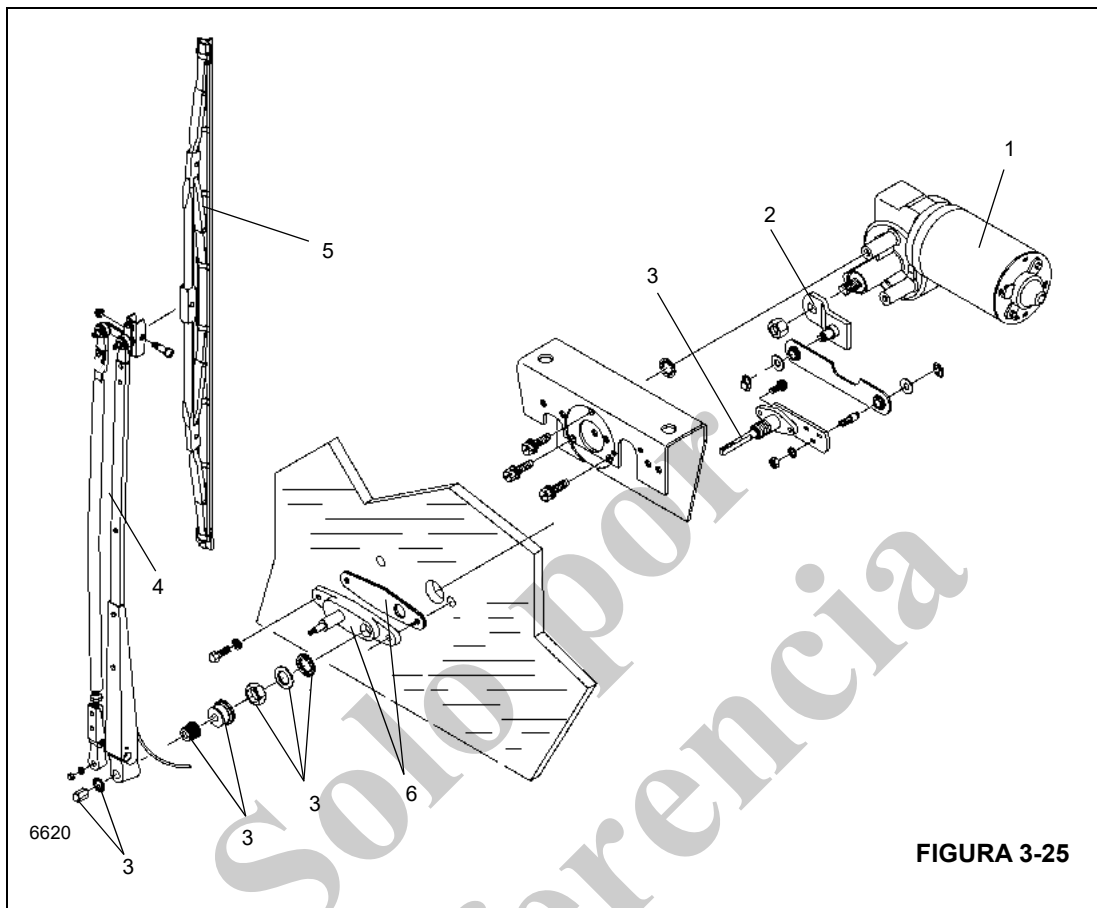

FIGURA 3-25
3. Retire la tornillería de la cubierta de la consola delantera y retire la cubierta. Marque y desconecte los conductores eléctricos del motor (1), (Figura 3-25).
4. Desconecte la manguera del lavaparabrisas en el brazo del limpiaparabrisas (4), (Figura 3-25) (también conocido como el conjunto de brazo de pantógrafo) del conjunto de boquilla.
5. Retire la tuerca ciega, la arandela y el manguito cónico que sujetan el brazo del limpiaparabrisas (4), (Figura 3-25) al conjunto de eje de pivote (3), (Figura 3-25).
6. Retire las tuercas ciegas del eje pivotante (3) y del adaptador (6), (Figura 3-25).
7. Retire el brazo del limpiaparabrisas (4), (Figura 3-25) del conjunto del brazo del pantógrafo.
8. Retire el manguito embridado, la tuerca y las dos arandelas planas del eje de pivote (3), (Figura 3-25).
9. Retire los dos pernos y las arandelas de seguridad que fijan el adaptador del conjunto de brazo de pantógrafo a la parte exterior de la cabina. Retire el adaptador y la empaquetadura del conjunto de brazo de pantógrafo (6), (Figura 3-25).
10. Retire la tornillería de fijación para liberar del interior de la cabina (1), (Figura 3-25) la escuadra del motor del limpiaparabrisas. Retire la escuadra, con el motor y el eje de pivote conectados, de la cabina.
11. Retire la tuerca para quitar el eje del motor del limpiaparabrisas de la manivela del motor del limpiaparabrisas. Retire los tres tornillos y las arandelas para quitar el motor del limpiaparabrisas de su escuadra. Retire el motor del limpiaparabrisas (1), (Figura 3-25) de su escuadra. Deje las demás piezas fijadas a la escuadra por el momento.